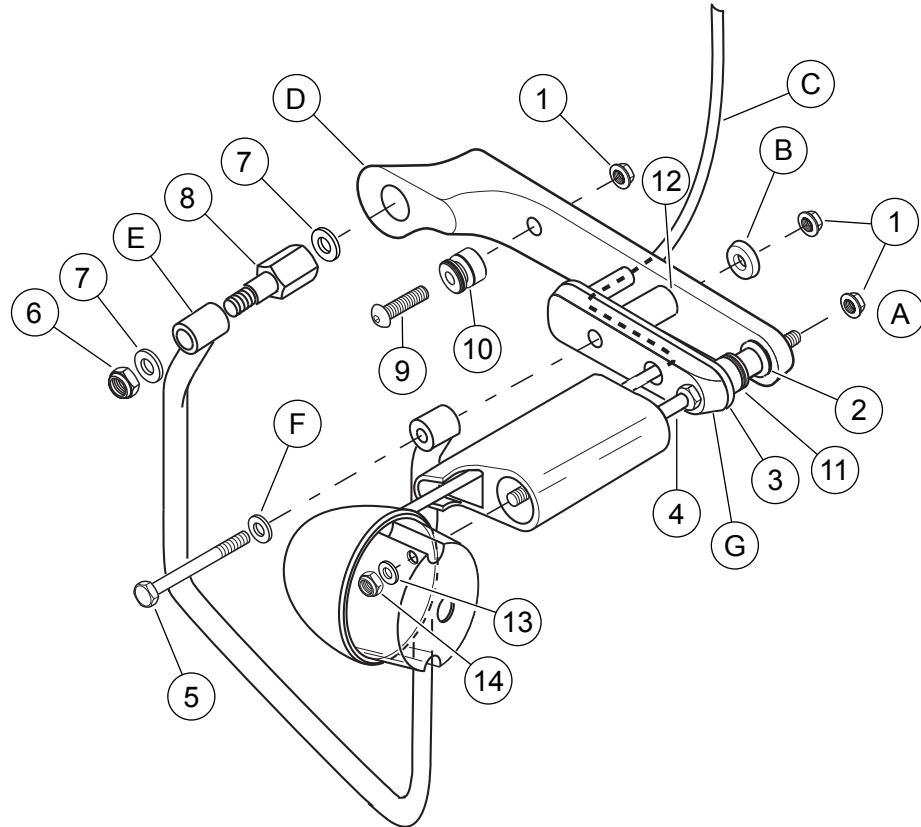

Abbildung 2. Ersatzteile: XL Quick-Koppler-Befestigungsteile-/Blinkerumrüstset
Siehe Abbildung 2 und Tabelle 1.
1. Siehe Abbildung 2. Die mit den Satteltaschen gelieferte Anweisung befolgen, um die hinteren Blinker umzurüsten, aber folgenden Ausnahmen beim Einbau der in diesem Satz enthaltenen Teile beachten:
- Blinkerbolzen (4) anstelle der mit den Satteltaschen gelieferten Sechskantschrauben benutzen. Die längeren Bolzen sind erforderlich, um die hinteren Quick-Koppler anzubringen.
- Auf jeder Seite die Umrüst-Rückenplatten (3), die Befestigungsteile für die Satteltaschen-Halterung (12), den Hinteren Quick-Koppler (2) und die Befestigungsteile der Quick-Koppler (11) zwischen dem Umrüst-Rücken (mit Satteltaschen geliefert) und der Schutzblechstützenabdeckung wie gezeigt einsetzen.
- 10 cm (4 in) lange Schrauben (5) anstelle der mit den Satteltaschen gelieferten Sechskantschrauben verwenden. Die längeren Schrauben sind erforderlich, um die hinteren Quick-Koppler anzubringen.
Siehe Abbildung 2. Vor dem Einbau den Satteltaschenhalterungen, die Hutmutter von der oberen Stoßdämpferbefestigung entfernen und die Unterlegscheibe (7) und Stoßdämpfer-Distanzscheibe (8) wie abgebildet einbauen. Die oberen Stoßdämpfer-Befestigungsteile auf ein Drehmoment von 28–47 N·m (21–35 ft-lb) anziehen. Auf diese Weise werden die Satteltaschen so ausgerichtet, dass die Quick-Koppler angebracht werden können.
2. Die vordere Quick-Koppler mit den Rundkopfschrauben (9) und Sicherungsmuttern (1) wie in Abbildung 2 dargestellt anbringen. Die Sicherungsmuttern auf ein Drehmoment von 11–14 N·m (8–10 ft-lb) anziehen.